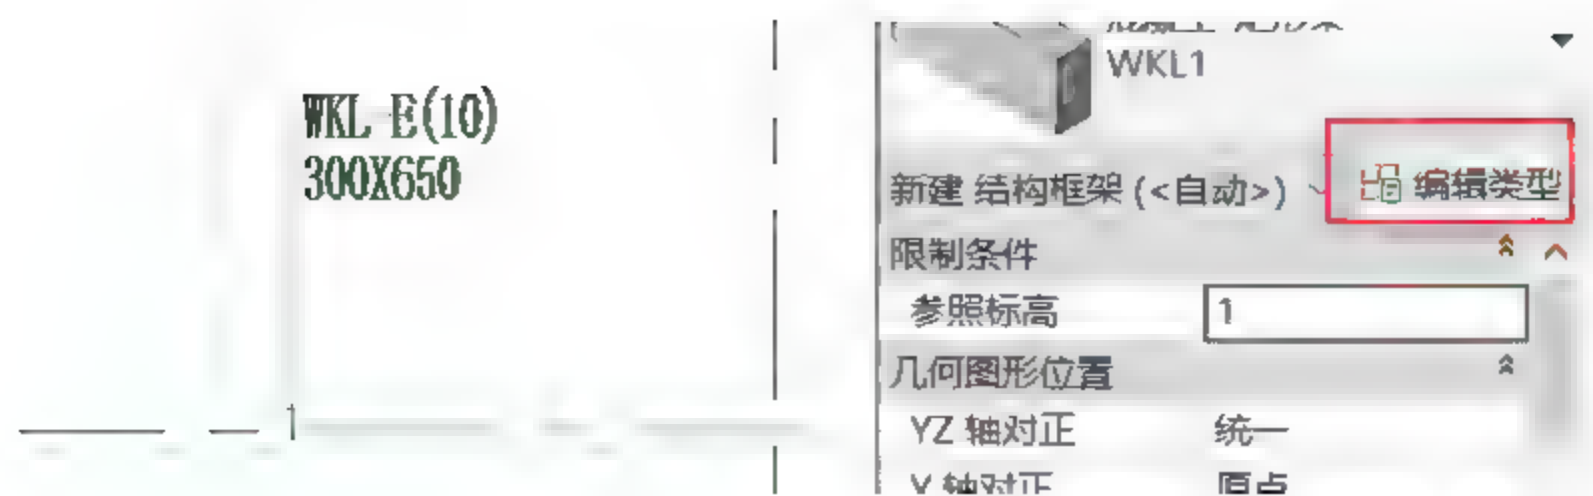
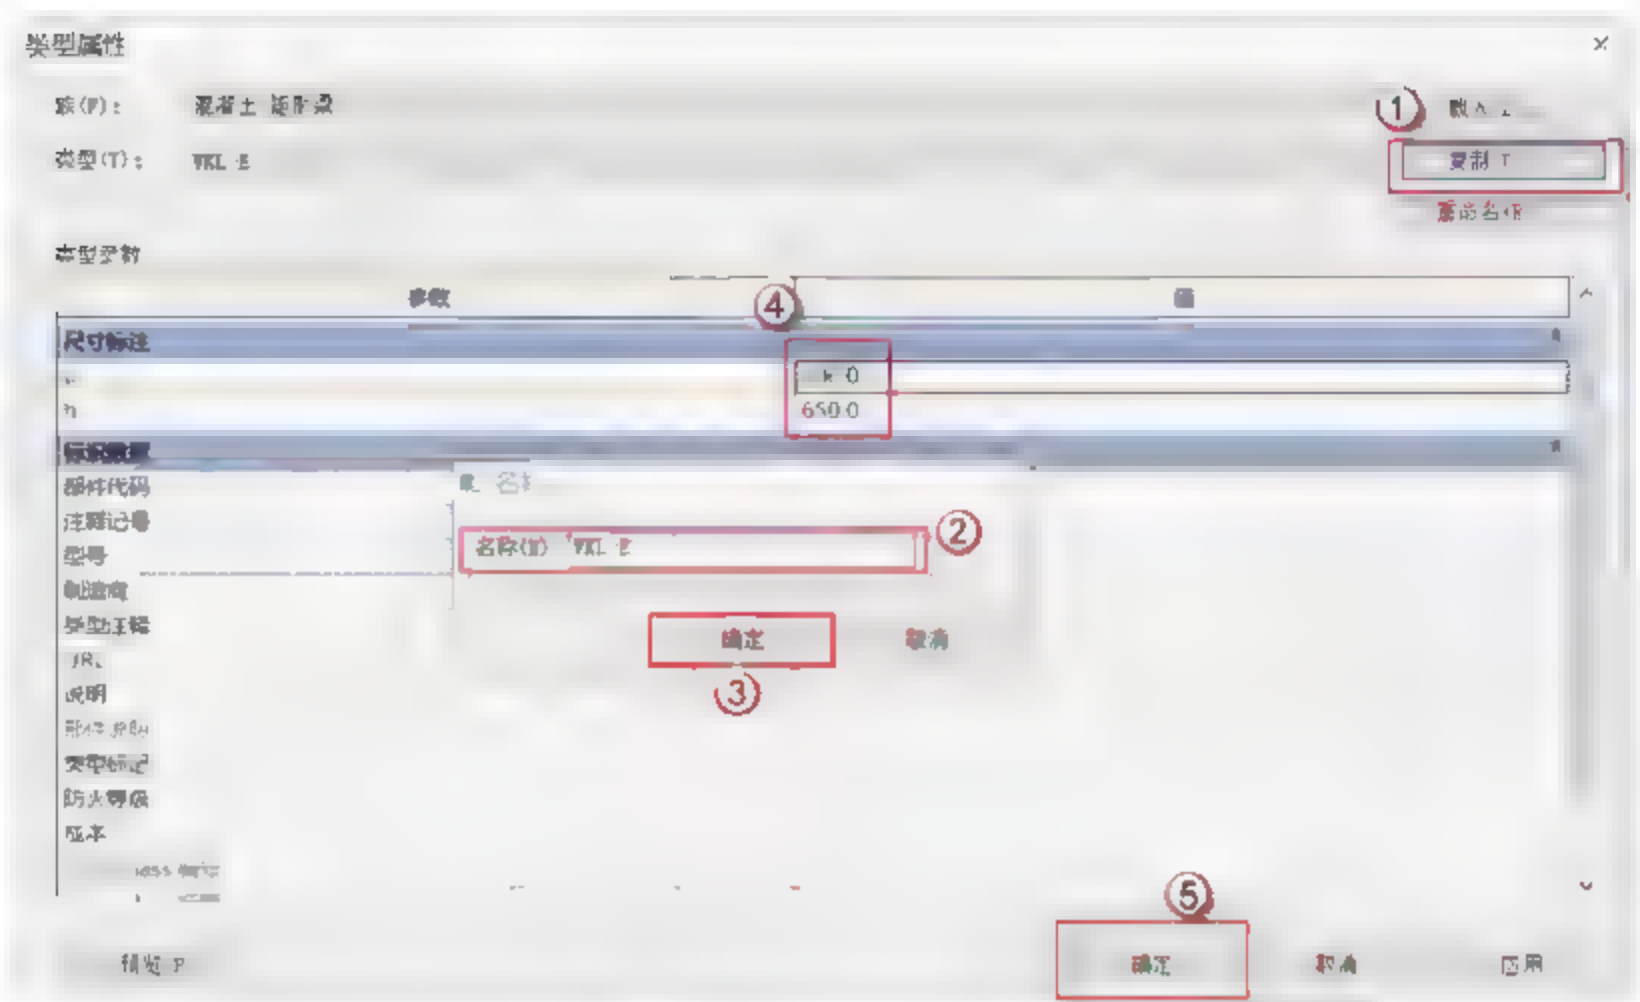

图 5.1.8 确定 WKL-E 尺寸
图 5.1.9 编辑梁的属性
(6) 新建屋框梁 WKL-E。由 DWG 图可得，WKL-E 梁的长宽为 300×650。选择“结构”→“梁”→“编辑类型”命令，在弹出的“类型属性”对话框中，单击“复制”按钮，在弹出的对话框中输入“WKL-E”，单击“确定”按钮。在“尺寸标注”栏中输入 WKL-E 的长宽 (b、h)，并单击“确定”按钮，如图 5.1.8 和图 5.1.9 所示。